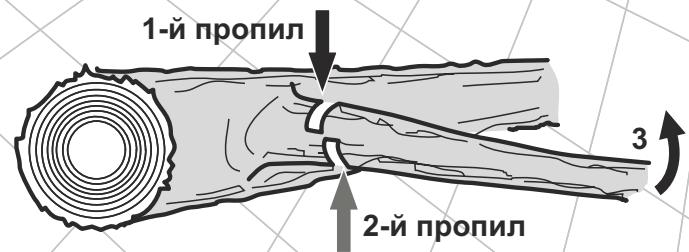

Рис. 26
**Последовательность обрезки ветвей и сучков с поваленного дерева (см. рис. 26).**